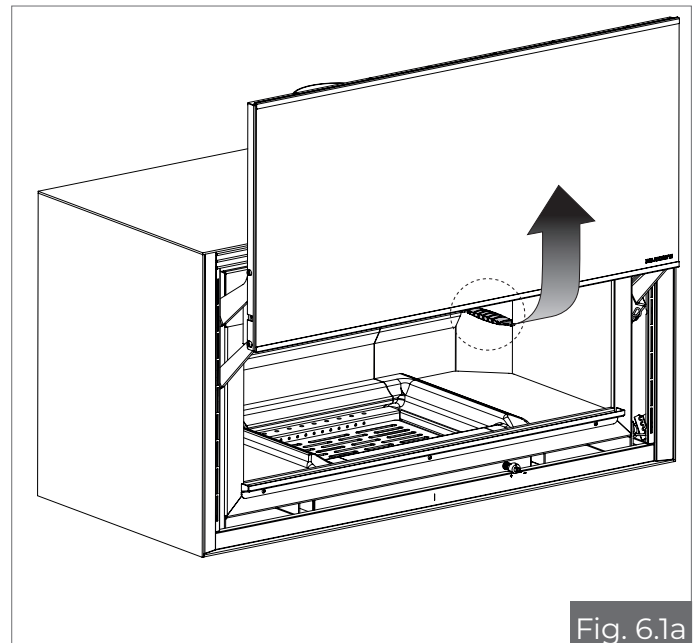

Fig. 6.1a
- **IKI 16:9/IKI 16:9 TF y IKI Square:** introducir la llave proporcionada en el gancho de apertura central (fig. 6.1a), y jalar hacia sí mismo. ¡Atención! Un sistema dotado de muelles tenderá a elevar automáticamente la puerta.